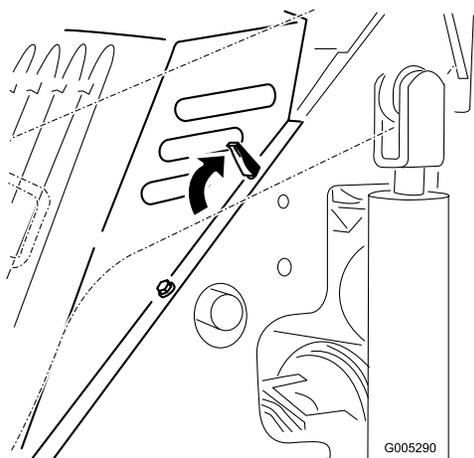

Figura 19
4. Abra las 4 pestañas de cierre (Figura 19).
1. Coloque el capó sobre el chasis de la máquina, encajando los soportes del capó en los taladros del chasis (Figura 19).
2. Fije el capó presionando las pestañas de cierre hacia delante y hacia abajo (Figura 19).